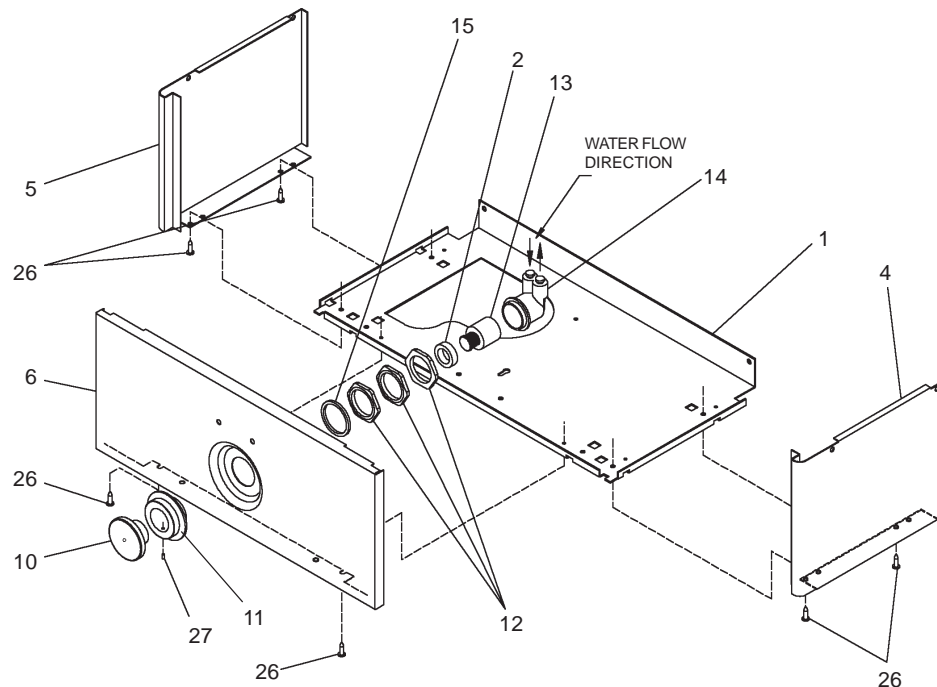

FIG. 2
Stream height is factory set at 35 PSI. If supply pressure varies greatly from this, adjust the screw on regulator item 13 by using a small screwdriver through the small hole in the push button item 10 (See Fig.2). Clockwise adjustment will raise stream and counter-clockwise adjustment will lower stream. For best adjustment, stream should hit basin approximately 6-1/2" (165mm) from bubbler.
La altura del chorro se determina en la fábrica a 35 PSI. Si la presión del suministro varía mucho de esto, ajusta el tornillo en el artículo de regulador 13 utilizando un destornillador pequeño por el hoyo pequeño en el artículo del pulsador 10 (Ve Fig.2). El ajuste en el sentido de las agujas del reloj elevará el chorro y contra el sentido de las agujas del reloj lo bajará. Para un mejor ajuste, el chorro deberá pegar en el estanque a una distancia de aproximadamente 6½" (165mm) del borboteador.
Le niveau d'écoulement est réglé en usine à 35 PSI. Si la pression de provision varie fort de ceci, ajuster la vis sur l'article régulateur 13 en utilisant un petit tournevis par le petit trou dans l'article de bouton de poussée 10 (Voit Fig.2). Si vous ajustez dans le sens des aiguilles d'une montre, le jet augmentera et dans le sens contraire, le jet diminuera. Le meilleur ajustement est lorsque le jet frappe le bassin à environ 6-1/2" (165mm) du barboteur.
- 8) Stream height is factory set at 35 PSI. If supply pressure varies greatly from this, adjust the screw on regulator item 13 by using a small screwdriver through the small hole in the push button item 10 (See Fig.2). CW adjustment will raise stream and CCW adjustment will lower stream. For best adjustment, stream should hit basin approximately 6-1/2" (165mm) from bubbler.
- 8) La altura del chorro se ajusta en la fábrica a 35 PSI. Si la presión del suministro varía mucho de esto, ajusta el tornillo en el artículo de regulador 13 utilizando un destornillador pequeño por el hoyo pequeño en el artículo del pulsador 10 (Ve Fig.2). El ajuste en sentido horario elevará el chorro y en sentido contrahorario lo bajará. Para un ajuste mejor, el chorro debe chocar con el depósito aproximadamente a 6-1/2"(165mm) del borboteador.
- 8) La pression du jet est réglée en usine 35 bars. Si la pression de provision varie fort de ceci, ajuster la vis sur l'article régulateur 13 en utilisant un petit tournevis par le petit trou dans l'article de bouton de poussée 10 (Voit Fig.2). Un réglage dans le sens des aiguilles d'une montre relève le jet, et un réglage dans le sens contraire l'abaisse. Pour un réglage optimum, le jet doit frapper le bassin à environ 165 mm du barboteur.